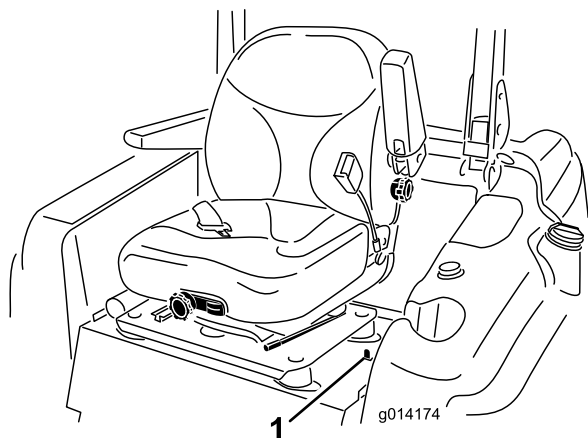

Figura 16
1. Mova o trinco do banco, localizado no lado esquerdo do banco, para trás para soltar o banco e empurre para a frente na parte superior do banco (Figura 16).